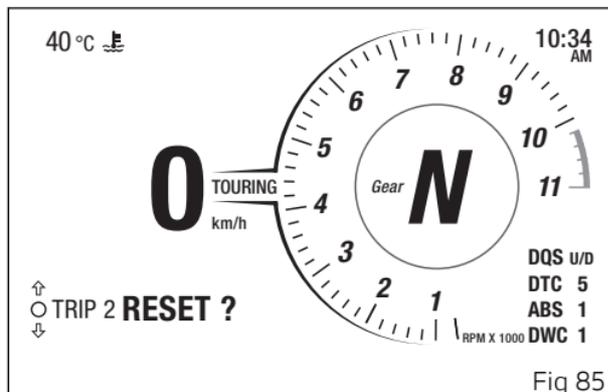

Fig 85
L'informazione di viaggio "TRIP 2" può essere azzerata premendo il pulsante ENTER (3) quando selezionata: viene visualizzata la scritta "RESET?" (Fig 85).